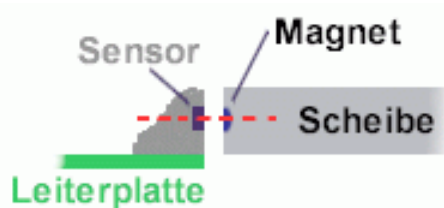

Abbildung 7 Korrekte Ausrichtung von Magnetring und Sensor.
- Dabei darauf achten, dass sich die Magnete in dem Magnetring auf Höhe des Sensors befinden, siehe Abbildung 7.